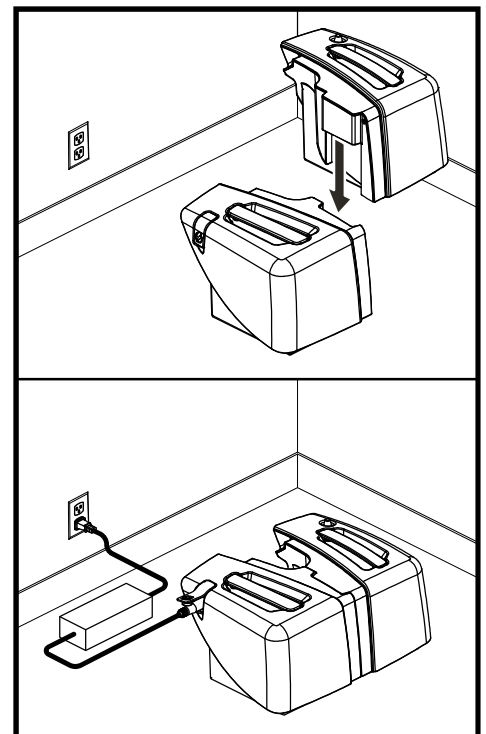

Figure 19. Chargement de la batterie (modèles 66 et 67)
*NOTE: Avec les modèles 66 et 67, les deux boîtes de batterie peuvent être retirés de la scooter et ensuite attachés ensemble pour une recharge facile. Voir la figure 19.*